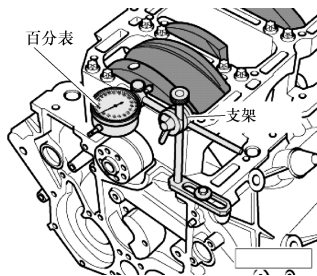

图 1-77 曲轴轴向间隙测量
(1) 第一种方法
① 把百分表和通用百分表支架拧紧到气缸体上, 如图 1-77 所示。
② 把百分表杆部平行于曲轴中心线放置, 将表针调整为零。
③ 将百分表顶在曲轴曲柄臂上。
④ 将曲轴用手对着百分表压入, 将百分表拨到 0。
⑤ 从百分表上推开曲轴, 读取测量值。